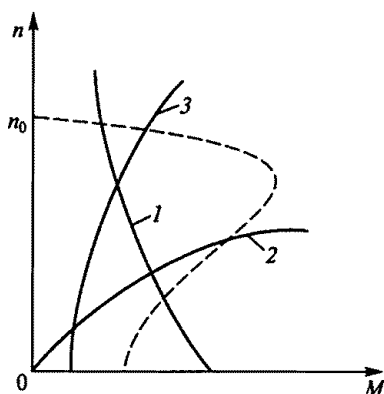

Рис. 260
11.21. На рис. 260 представлены три механические характеристики (1...3) производственных механизмов и механическая характеристика асинхронного двигателя с короткозамкнутым ротором, показанная пунктиром. Для производственного механизма с какой характеристикой пригоден данный двигатель?